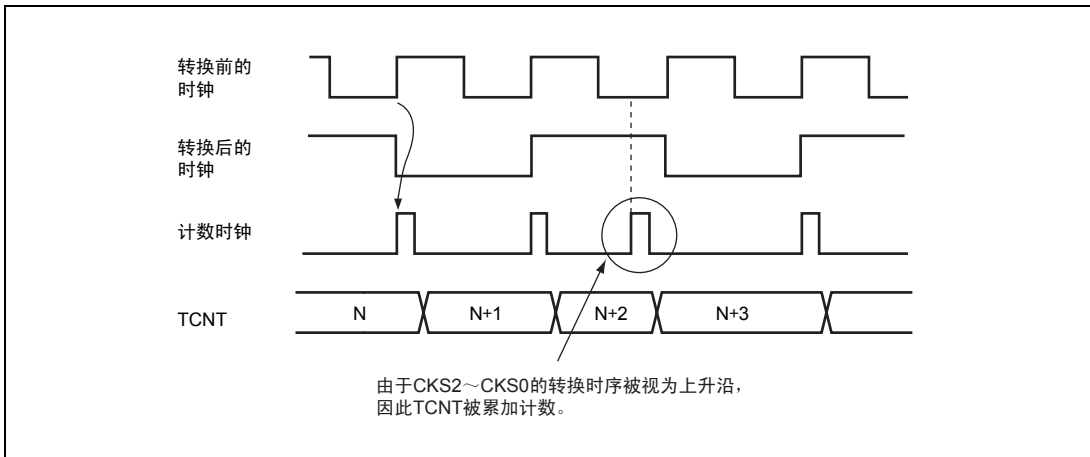

图 12.25 内部时钟的转换和 TCNT 运行
3. 根据转换内部时钟的时序，TCNT 可能会发生累加计数的情况。在使用内部时钟时，在检测到系统时钟（ ϕ ）分频后的内部时钟的上升沿后，产生计数时钟。因此，如图 12.25 所示，如果在转换前的时钟“低”电平→转换后的时钟“高”电平的时序转换时钟，转换时序就被视为上升沿，产生计数时钟，TCNT 被累加计数。